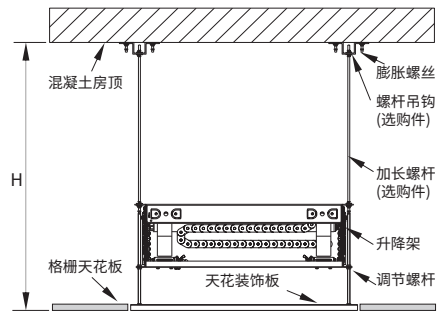

图4 较高天花的安装方式
- 如果 $H > H1$ (假设 H2 调至最长状态)，则需要通过加长螺杆 (选购件) 来安装，见图4。